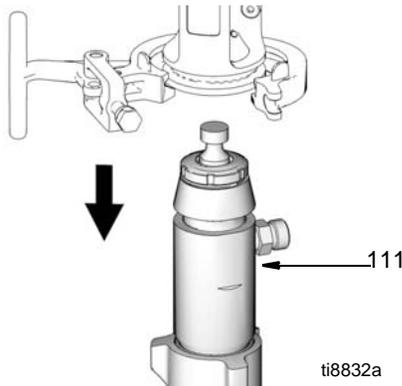

FIG. 19
9. (Fig. 19) Retire a bomba (111) da unidade.